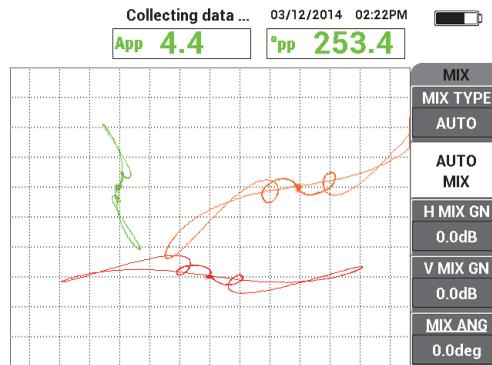

Figura 5-144 Escaneo de la arandela de soporte con la función AUTO MIX
9. Pulse cuatro veces la tecla GAIN (**dB**) y, después, ajuste la ganancia vertical/horizontal 2 (H/V GAIN 2) hasta que la señal de frecuencia 2 de la arandela de soporte se extienda 10 divisiones horizontales a través de la pantalla. Vea la Figura 5-144 en la página 248.
El NORTEC 600 registra 5 segundos de la señal de la arandela de soporte y efectúa automáticamente la combinación de la señal. Vea la Figura 5-144 en la página 248.